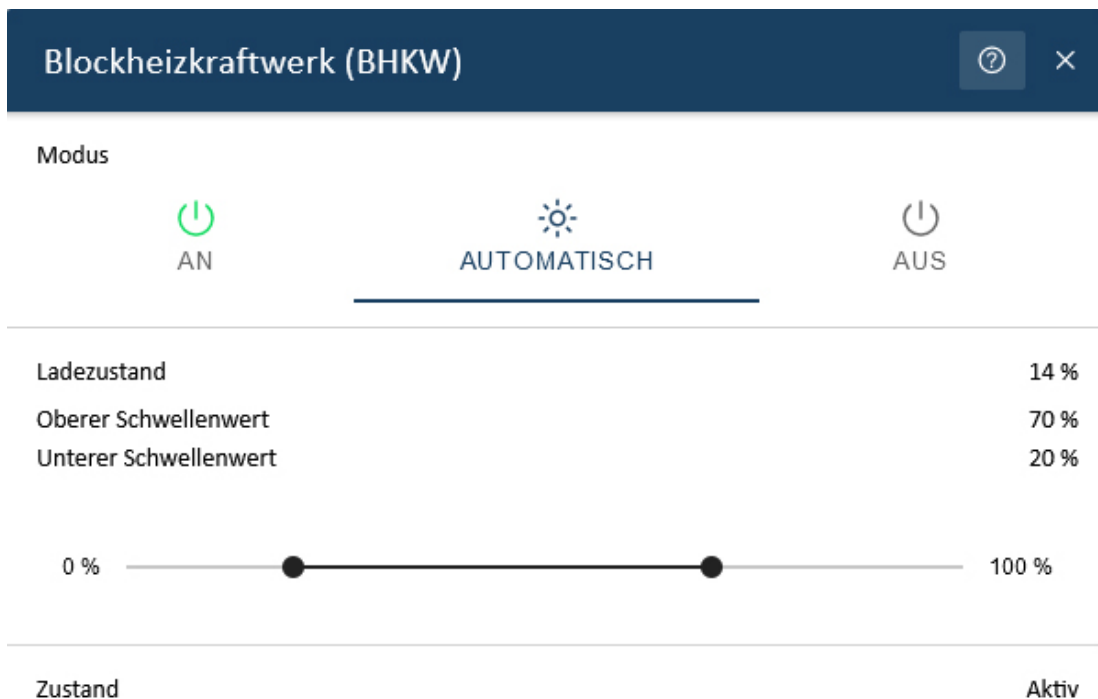

Abbildung 20. Modus — Automatisch
- Abbildung 20. Modus — Automatisch